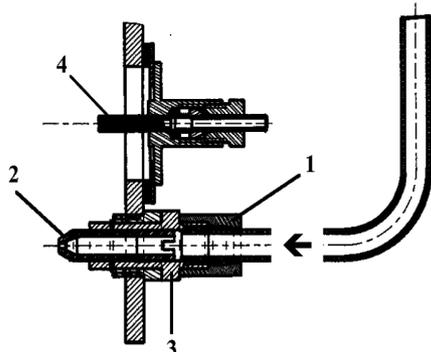

Fig.5
- 2) Desserrer l'écrou (Rep.1 Fig.5) et dégager le tube de son logement.
il faut maintenir à l'aide d'une clé de 17 la vis (Rep.3 Fig.5)
- 3) Enlever l'injecteur (Rep.2 Fig.5) et le remplacer par celui correspondant au gaz utilisé (voir **Tableau III**). (Engager le tournevis à bout plat suivant la flèche)
- 4) Changer l'injecteur de veilleuse (Rep.4 Fig.5). (Voir **Tableau III**)